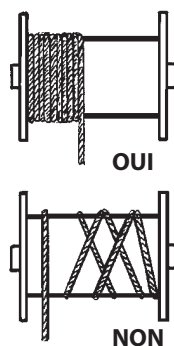

Fig. 3
7. Pendant l'utilisation du treuil, vérifiez constamment le déroulement du câble sur le tambour, tour contre tour, sans deserrage or chevauchement.. Si ça n'arrive pas, dérouler le cable et rebobiner correctement en tenant le cable toujours en tension, (Fig.3).